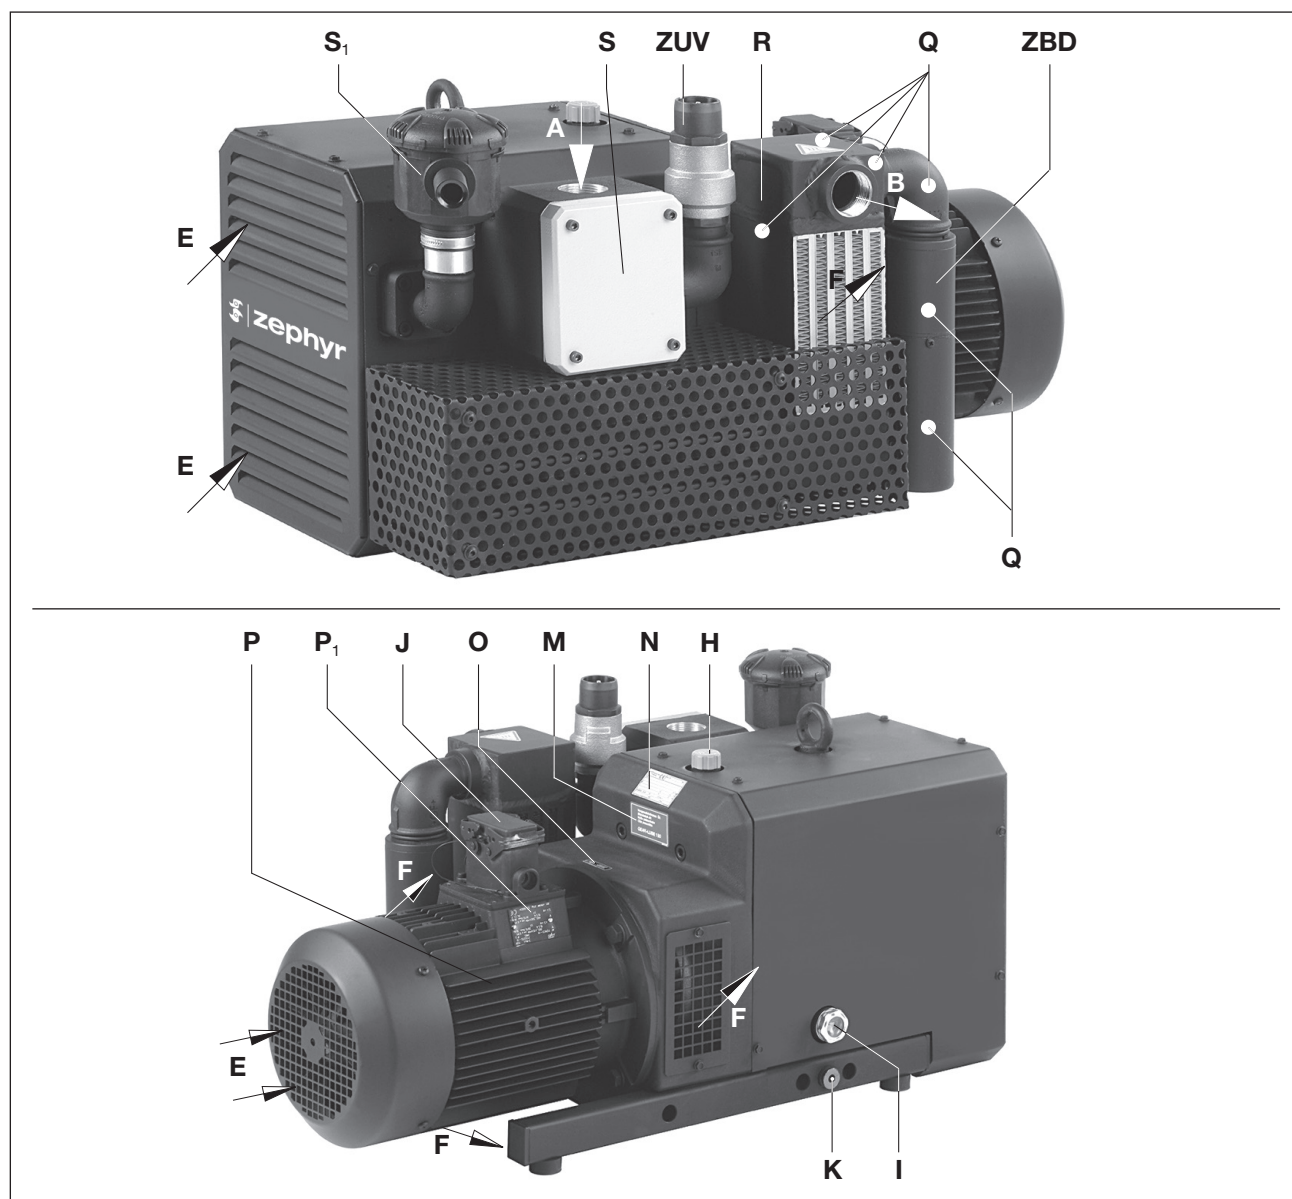

Fig. 2 Tryckvakuumpump C-KLR 80
ZEPHYR C-KLR omsluts av en dämpningshuv. För att transportera bort kompressionsvärmens sugsyften genom mellan kompressorn och huvan, med hjälp av en trumluftare som suger in den friska kylfluten (fig. 2/E) och blåser ut den uppvärmda luften vid kylflututgången (fig. 2/F). Tryckluftteferkylaren (fig. 2/R) sörjer för en låg blåslufttemperatur.
ZEPHYR C-KLR drivs via en koppling (med elastomerdel) med flänsade trefasmotorer av standardtyp. Som skydd mot överbelastning finns seriemässiga begränsningsventiler (fig. 2/ZUV) och (fig. 2/ZBD) monterade.
Den nominella volymströmmen är 80 och 140 m3/h vid 50 Hz. Belastningsgränserna (bar) på sug- och trycksidan finns angivna på dataskylten (fig. 2/N). Volymströmmens relation till volymströmmen för övertryck visas i datablad D 883.
Oljepåfyllningspunkt (fig. 2/H), oljesiktglas (fig. 2/I) och oljeavtappning (fig. 2/K) måste vara lättillgängliga.
Kylluftgångarna (fig. 2/E) och kylluftutgångarna (fig. 2/F) måste hålla minst 20 cm avstånd till intilliggande väggar. Kylluft som tränger ut får inte sugas in på nytt. För underhållsarbeten måste man framför insugningsfiltren (fig. 2/S, 2/S1) ha min. 40 cm avstånd
- a) Vakuumanlutning vid (fig. 2/A) och tryckanslutning vid (fig. 2/B).
Som skydd mot överbelastning finns seriemässiga begränsningsventiler (fig. 2/ZUV) och (fig. 2/ZBD) monterade.
- a) Fyll på smörjoljan (se „Underhåll“ avseende lämpliga sorter) för kuggjul och lager vid oljepåfyllningspunkten (fig. 2/H) till mitten av siktglasen (fig. 2/I).
- a) Uppgifter om motorns elektronik finns på märkskylten (fig. 2/N) eller på motorns märkskylt (fig. 2/P1). Motorerna uppfyller kraven i DIN EN 60034 och tillhör skyddsklass IP 55 samt isoleeringsklass F. Lämpligt kopplingsschema finns i motorns anslutningsbox (inte på versionen med kontaktdon). Motoruppgifterna måste jämföras med uppgifterna om det befintliga huvudnätverket (aktuell typ, spänning, nätverksfrekvens, tillåtet ström värde).
- b) Anslut motorn via kontaktdonet (fig. 2/J) eller motorskydds brytaren (av säkerhetsskäl måste en motorskydds brytare användas och den anslutande kabeln måste installeras via en kabelgenomföring för att minska belastningen). Vi rekommenderar att motorskydds brytare med fördröjd avstängning används, beroende på möjlig överström. Tillfällig överström kan förekomma när maskinen kallstartas.
Vid maskinens driftstemperatur kan yttemperaturerna på komponenterna (Fig. 2/Q) överstiga 70 °C.